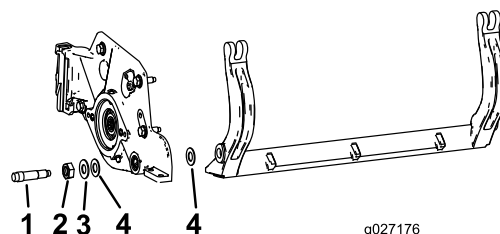

Рисунок 25
Не забудьте о наличии 2 нейлоновых шайб и 1 стальной шайбы с каждой стороны планки неподвижного ножа (Рисунок 25).
3. С каждой стороны установите нейлоновую шайбу на выступ боковой пластины. На нейлоновые шайбы установите стальные шайбы (Рисунок 25).